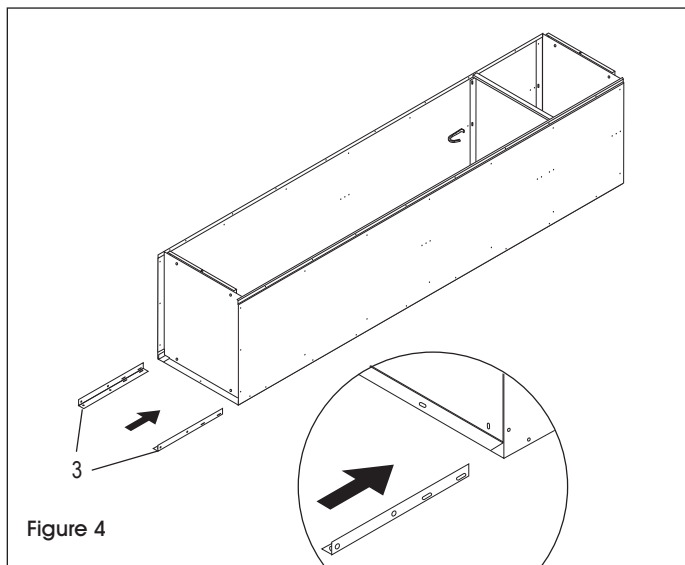

Figure 4
7. Insérez les pattes (3) dans les coins entre le fond et le côté. Boulonnez chaque patte au côté à l'aide de 2 boulons et écrous. (Voir Figure 4)